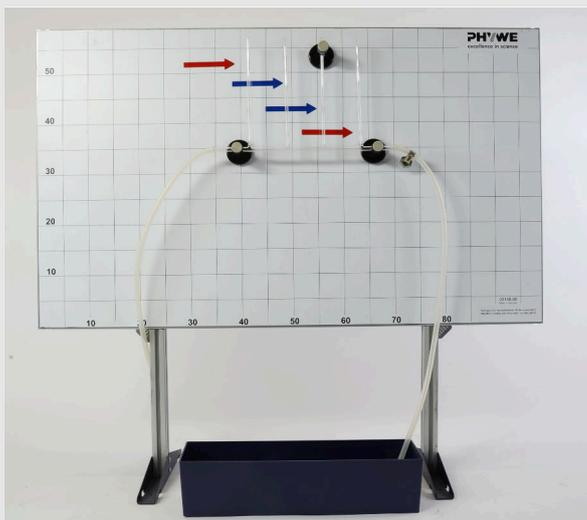

Fig. 2
- Fijar el tubo de flujo de diámetro constante horizontalmente al panel de demostración mediante las abrazaderas y asegurarlo contra el vuelco con el gancho (fig. 2).